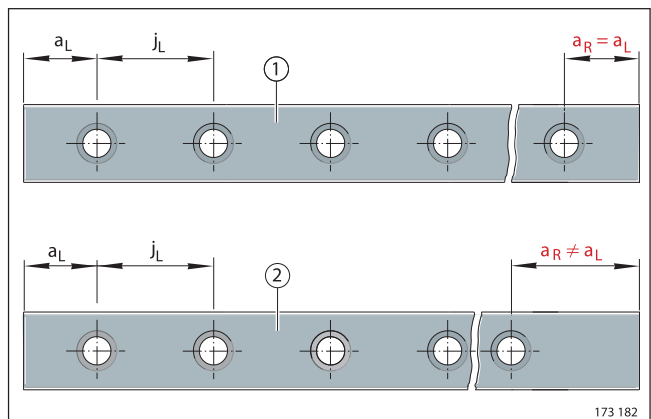

Рисунок 4 · Симметричное ① и несимметричное ② расположение отверстий в рельсах с одним рядом крепёжных отверстий.
■ $a_L \geq a_{L \min}$ и $a_R \geq a_{R \min}$ (см. Рисунок 4).